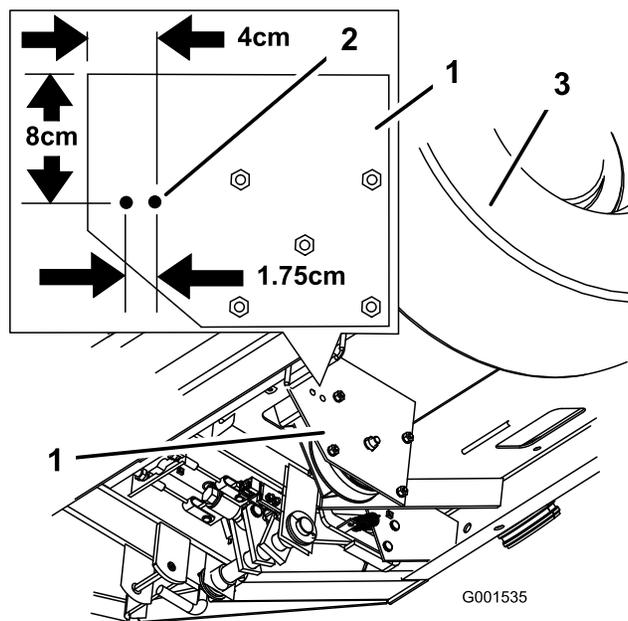

Bild 2
1. Die Kupplungsscheibe finden Sie unter dem Fahrzeugboden (Bild 2).
2. Um die Löcher für die Hupe zu bohren, vermessen und kennzeichnen Sie die Löcher wie in Bild 2 dargestellt.
3. Bohren Sie Löcher mit einem Durchmesser von 8 mm in die Kupplungsscheibe (Bild 2).